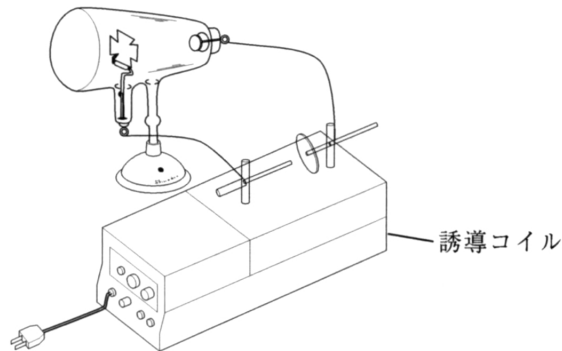

図3.結線図
(1) 本器のほかに、誘導コイルIKS形又はMK形及び、リード線2本を準備してください。
(2) 図3のごとく結線し、最初十字板は倒しておきます。